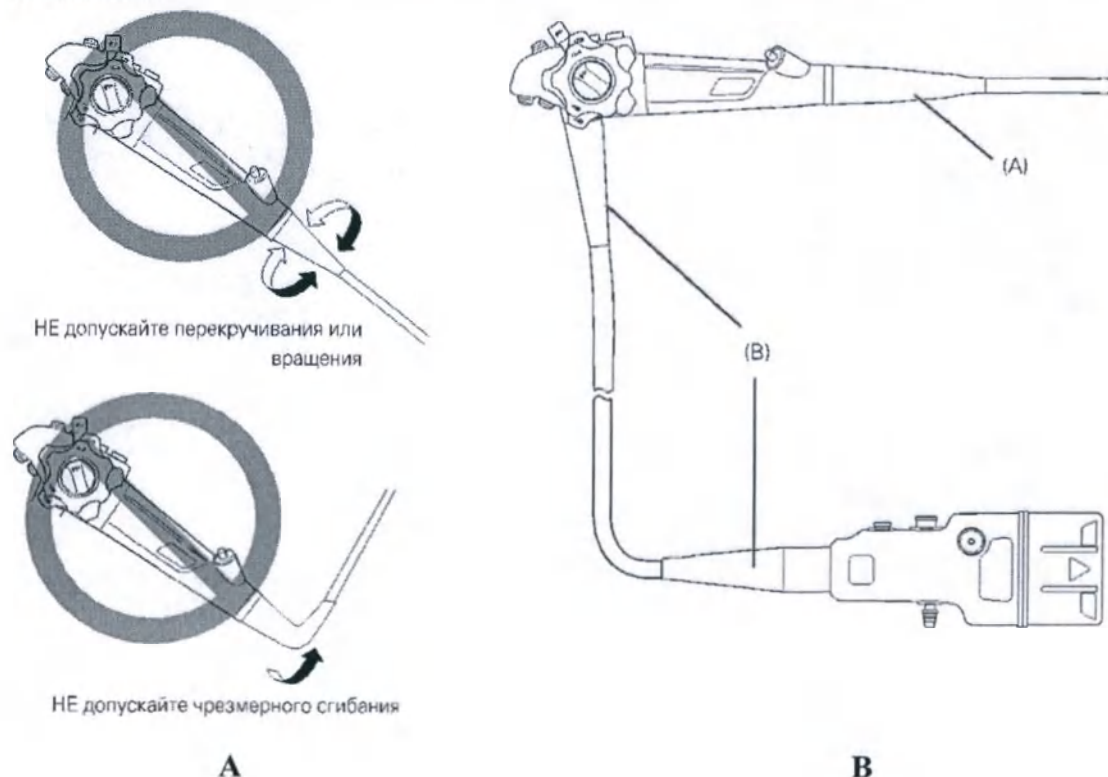

Рис. 7.3
- **ЗАПРЕЩАЕТСЯ** чрезмерно скручивать, поворачивать и изгибать компенсаторы механических напряжений на инструменте (компенсаторы механических напряжений см. Рис. 7.3 (А) и (В)). Это может привести к повреждению инструмента. Обратите особое внимание на осторожное обращение с компенсатором вводимой части (см. Рис. 7.3 (А)) на эндоскопе, так как он имеет маленький диаметр и с большей вероятностью может пострадать при неправильном обращении.